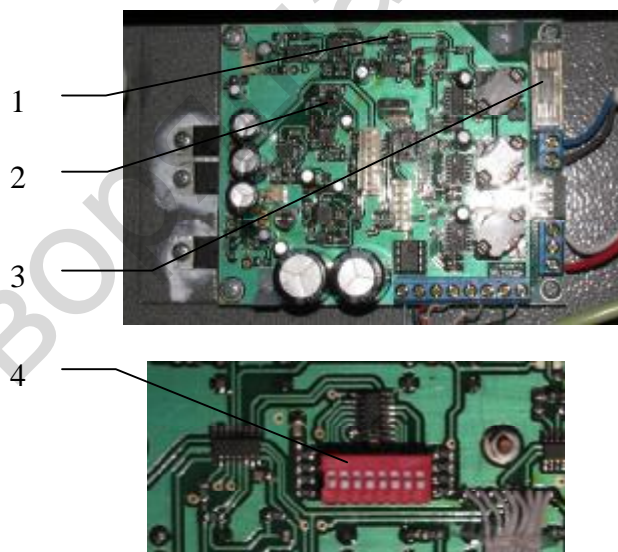

Рисунок 1.3 – Элементы настройки настенного пульта ИТС
Все регулировки скрыты внутри корпуса и находятся на платах (рисунок 1.3):
2.2.3 Задать адрес пульта и наличие с помощью DIP-переключателя (см. рис. 1.3).